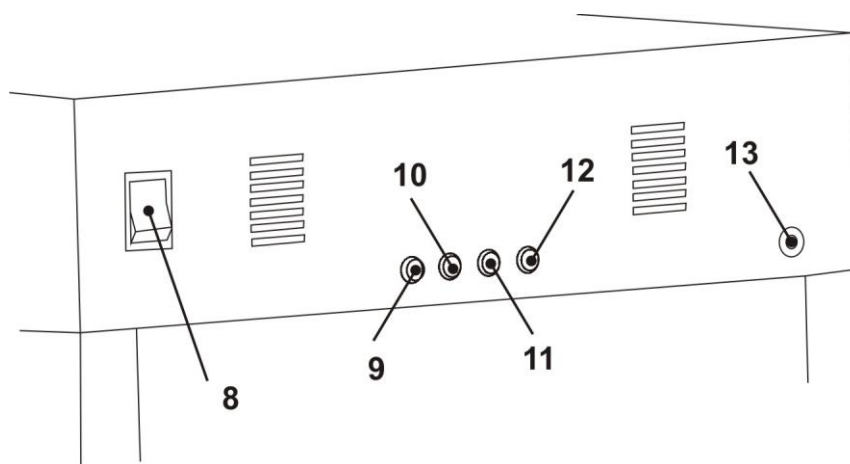

Рис. 2
ПОМНИТЕ! Надставки устанавливаются на лотки только на период вывода птицы, при этом поворотная система выставляется в горизонтальное положение и клавиша ВКЛ/ВЫКЛ поворота должна находиться в положении ВЫКЛ. (Рис.2 поз.8)
- клавиша «ПОВОРОТ» (вкл/выкл); (Рис.2 поз.8)
| 1 | Отсутствие нагрева воздуха в инкубационной камере. | Проверить предохранитель (Рис.2. поз. 11) | Заменить предохранитель, Нагревателя, 3А |
| 2 | Уровень влажности воздуха не достигает заданного значения. | Проверить предохранитель нагревателя воды (Рис.2. поз.10) | Заменить предохранитель, Нагревателя, 3А |
| 4 | При включении клавиши "Сеть" инкубатор не работает. | Проверить предохранитель (Рис.2. поз.12) | Заменить предохранитель, 10А |